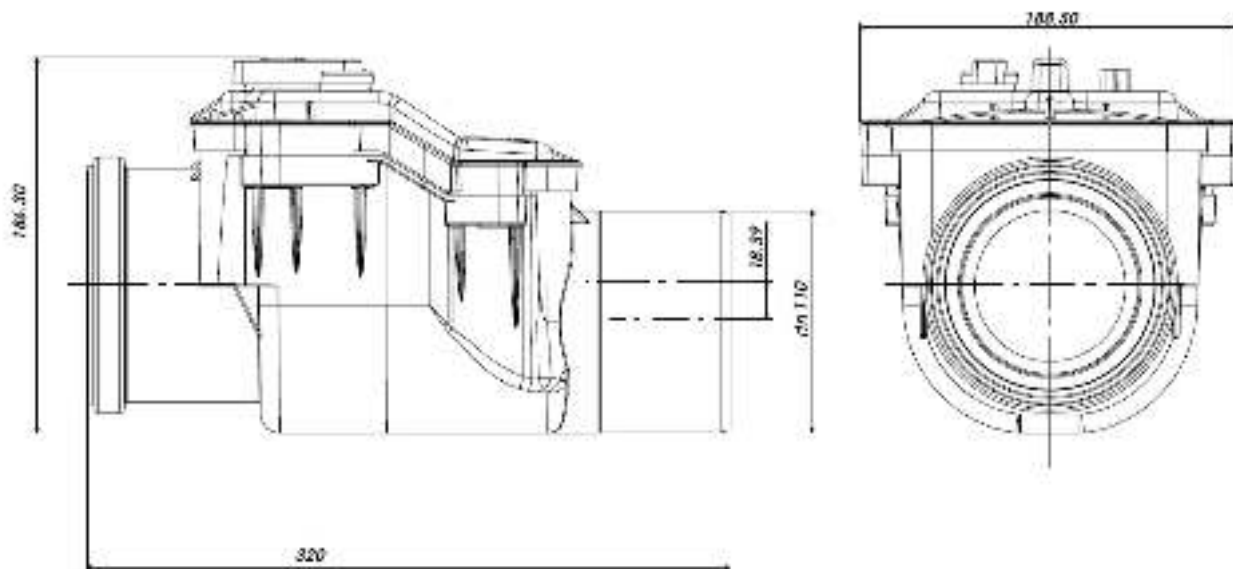

Рисунок 1. Обратный клапан, основные геометрические размеры в мм.
3.2. Геометрические размеры обратного клапана указаны на рис.1.
Рисунок 1. Основные размеры раструба и трубного конца под уплотнительное кольцо.  $d_s$ - внутренний диаметр раструба; А- минимальная длина контакта; В- длина входа; С- глубина точки эффективного уплотнения;  $L_1$  - длина трубного конца